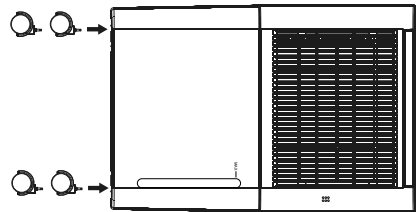

Abb. 1
- ◆ Drücken Sie die Rollen (6) in die vier Löcher in der Geräteunterseite, bis sie vollständig einrasten (siehe Abb. 1).